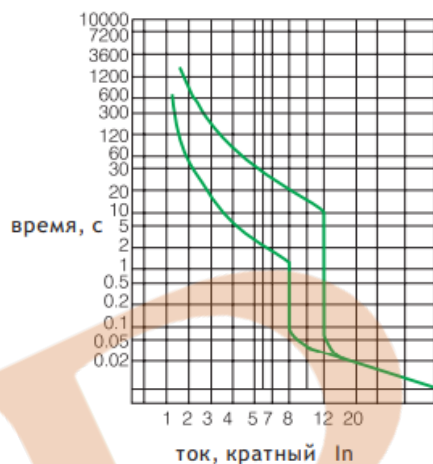

Рис.1
4.2.6 Время - токовые характеристики выключателей с расцепителями тока перегрузки приведены на рис. 1